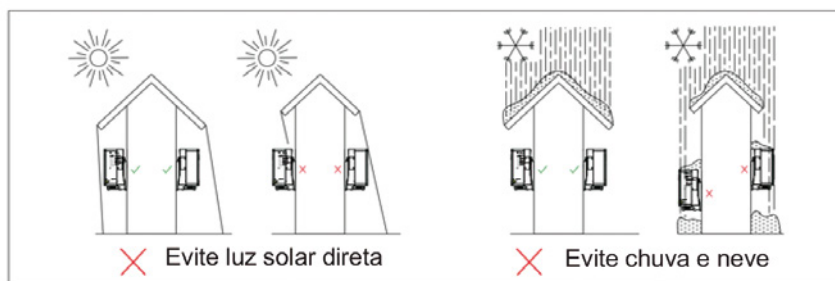

Figura 3.3: Ambiente de instalação.
3. Escopo do local (Figura 3.3)